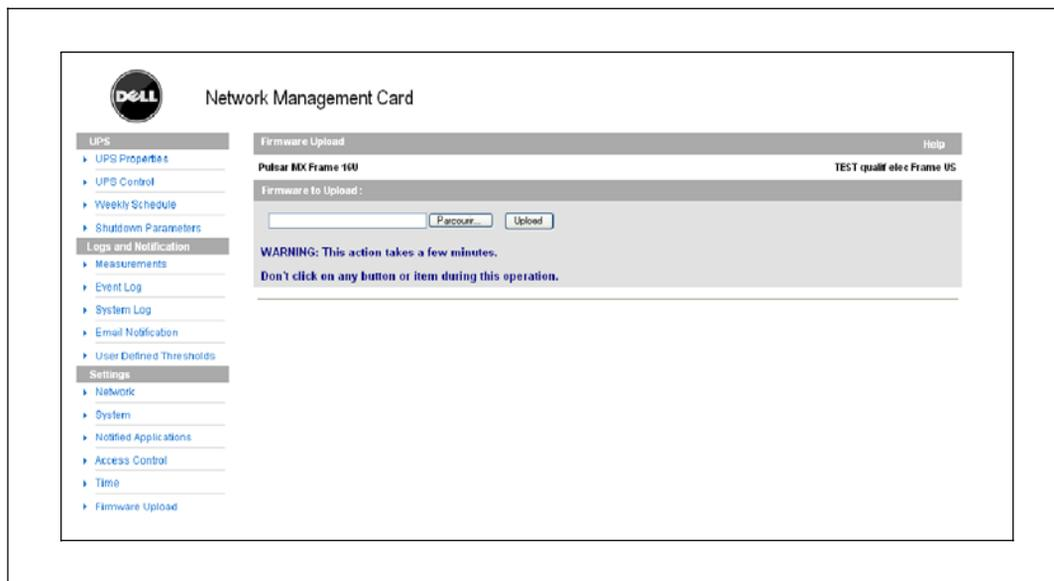

Рис. 46. Страница выгрузки встроенного программного обеспечения
- 2 В строке меню нажмите **Выгрузка встроенного ПО**, чтобы открыть страницу выгрузки встроенного программного обеспечения (см. Рис. 46).